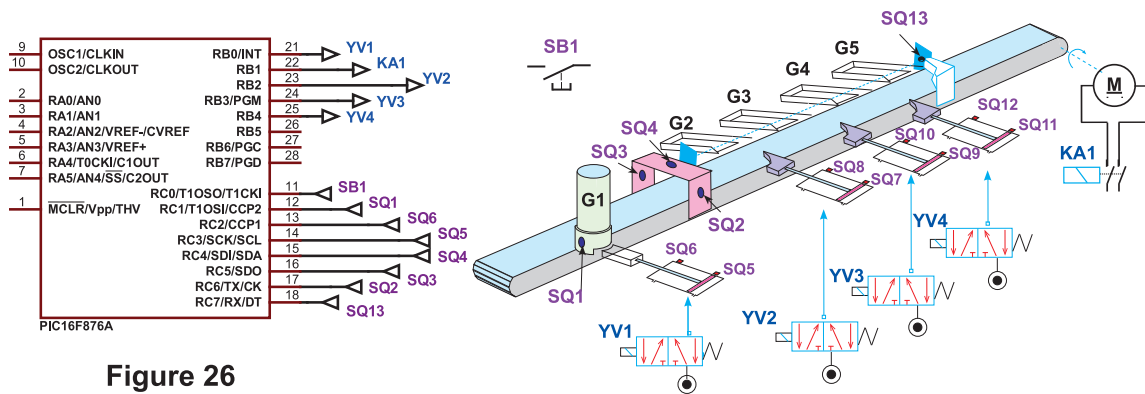

Figure 26
1. En se référant à "Aide à l'activité 1" et à la figure 26, compléter le programme ci-dessous correspondant au GRAFCET synchronisé (structure 2 page 105).